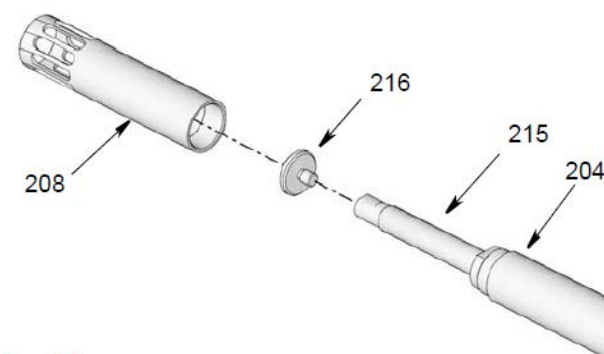

Рис. 21
15. Цилиндр насоса состоит из 3 независимых сегментов. В первую очередь отсоедините сегмент лопастного цилиндра (208) от цилиндра насоса (204) следующим способом: с помощью двух трубных ключей приложите усилие в противоположном направлении, ослабьте лопастной цилиндр. После достаточного ослабления цилиндра (208) отвинтите винт вручную и снимите его с других сегментов (рис. 21).